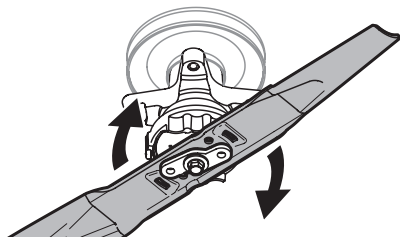

Figura 49
5. Gire la cuchilla en sentido de las agujas del reloj para alinearla con el adaptador de cuchilla (Figura 49).